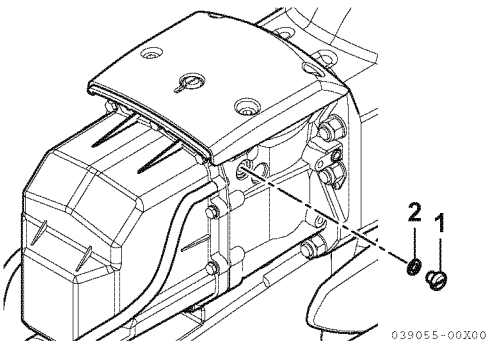

Figura 1
1. Retire a válvula de ventilação (1, **Figura 1**) e a vedação (2, **Figura 1**) do óleo.